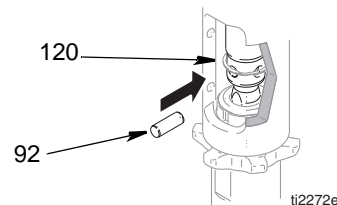

FIG. 10
1. (Fig 10) Avvitare il dado (86) di blocco alla parte inferiore delle filettature della pompa (111). Avvitare completamente la pompa (111) nel collettore. Svitare la pompa (111) dal collettore fino a che l'uscita della pompa non si allinea con il flessibile. Serrare a mano il dado (86) di blocco, quindi batterlo da 1/8 ad 1/4 di giro con un martello fino a circa 101 N.m.